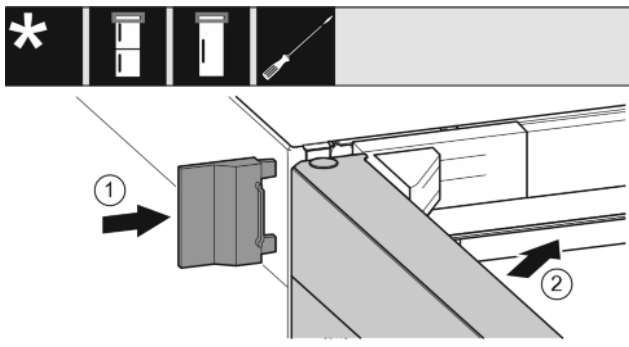

Fig. 29
- ▶ Äußere Abdeckung aufschieben. *Fig. 29 (1)*
- ▶ Obere Tür schließen. *Fig. 29 (2)*